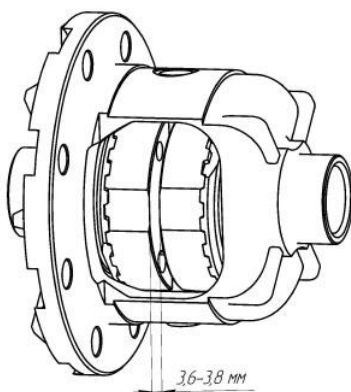

Рис. 5
12. С помощью подручного инструмента отодвиньте дистанционные кольца к полуосевым муфтам и устанавливаем ось сателлитов на место. Рис.5
13. Используя набор плоских щупов, измерьте зазор между муфтами, как показано на Рис. 5. Зазор должен составлять от 3,6 до 3,8 мм.